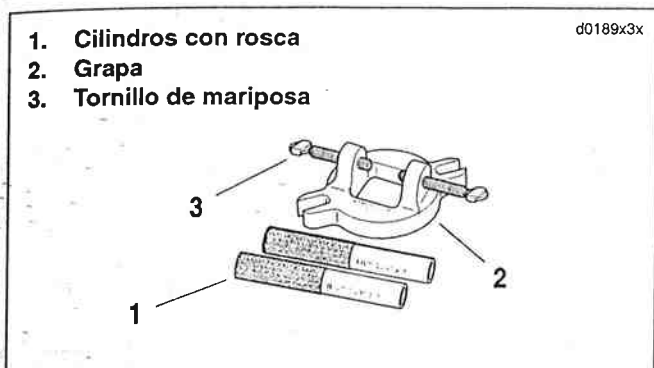

Figura 3-55. Herramienta de sujeción de biela (HD-95952-33C)
1. Vea la Figura 3-55. Obtenga la HERRAMIENTA DE SUJECIÓN DE BIELA (HD-95952-33C).
- a. Deslice la grapa (2) sobre la biela para que las ranuras se acoplen con los espárragos de la culata del cilindro. Tenga cuidado de no rayar o doblar los espárragos.
- b. Con el lado estriado hacia arriba, enrosque los cilindros con rosca (1) sobre los espárragos para asegurar la posición de la grapa.
- c. Gire alternativamente cada tornillo de mariposa (3) de la grapa unas vueltas para fijar gradualmente la posición de la biela. El giro de un solamente tornillo de mariposa moverá la biela fuera de su centro, mientras que apretar el segundo tornillo de mariposa puede causar que la biela se flexione o se doble.